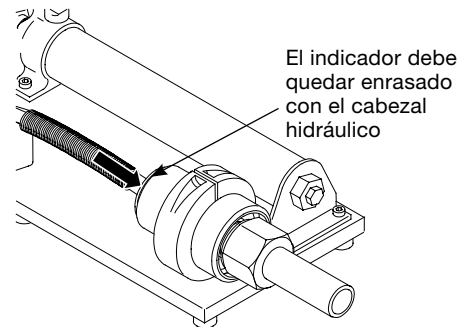

Fig. 4 Indicador en posición de deformación
5. Presione el indicador hasta que se asiente. El **indicador** debe quedar enrasado con el cabezal hidráulico. Ver Fig. 4.